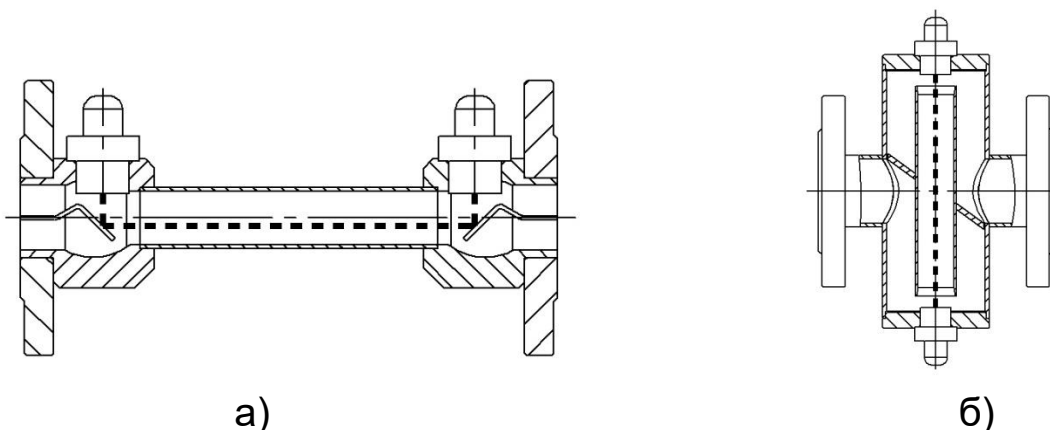

Рисунок 2. а) ППР – прямая труба с сужением (С);
– типоразмер **С** - «прямая труба с сужением» - зондирование потока - в продольном сечении ППР (рисунок 2а). Стандартное фланцевое или резьбовое присоединение к трубопроводу.
– типоразмер К - «крестообразный» - зондирование потока в продольном сечении ППР (рисунок 2б). Стандартное фланцевое присоединение к трубопроводу.